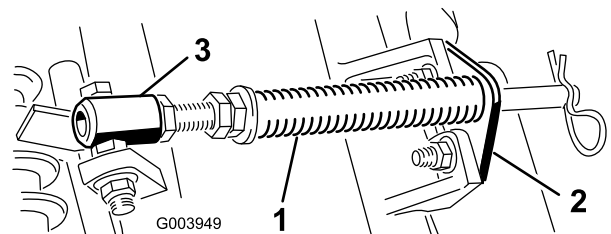

Figura 10
A. Togliete i due bulloni a testa tonda e i dadi che fissano la staffa dell'asta alle alette degli elementi di taglio (Figura 10).
B. Rimuovete il dado flangiato che fissa il bullone del tubo della molla all'aletta del telaio portante (Figura 10)